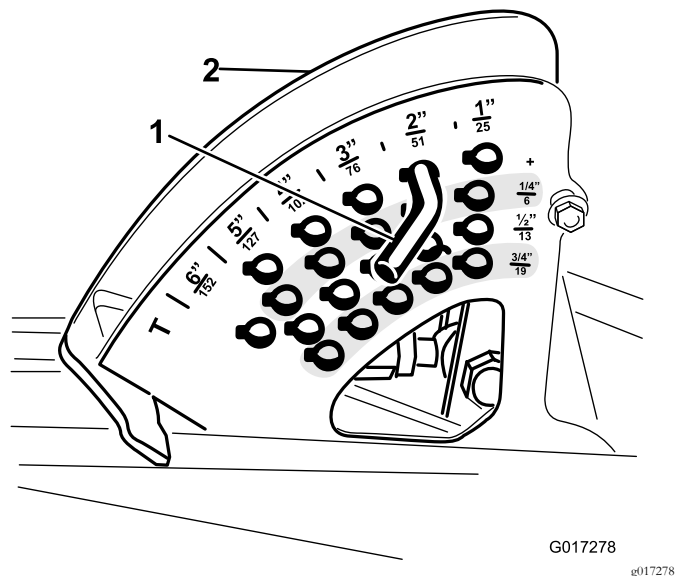

图3
3. 为了进行安装应留意剪草高度销在剪草高度支架中的位置 图3。从剪草高度支架取下剪草高度销。
- 将剪草高度销按照所需剪草高度装入剪草高度支架 图3。